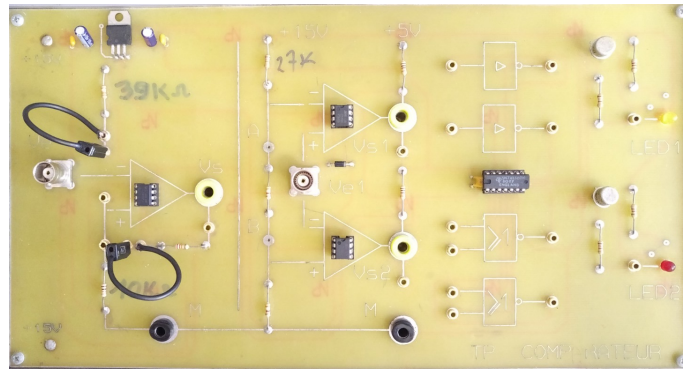

Figure 3 : Façade de la plaquette de test
- Plaquette support de composants (Figure 3),